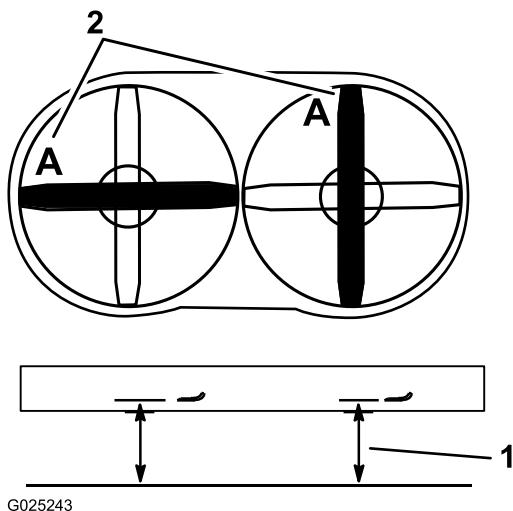

Figura 62
3. Gire una cuchilla, según se muestra en Figura 62.
4. Mida desde una superficie nivelada hasta el filo de corte, con la cuchilla en la posición A (Figura 62). Anote esta dimensión.